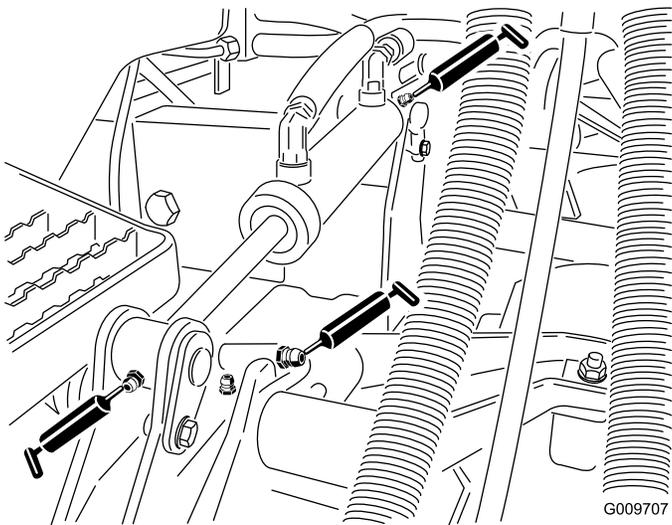

Figure 51
- Bagues de bras de levage (1 par plateau) (Figure 51).
- Bagues de vérin de levage (2 par plateau) (Figure 51).